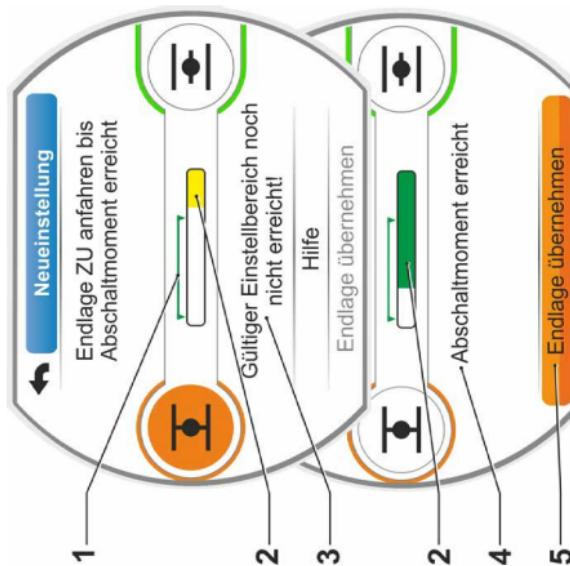

Abb. 8: Drehmomentabhängige Abschaltung
Das Display informiert darüber, ob der gültige Einstellbereich (Abb. 8, Pos. 1) erreicht ist (3) und der Laufbalken (2) wechselt entsprechend die Farbe von gelb in grün (bei ‚non-intrusive‘-Antrieb und bei 2SQ7 erscheint kein Laufbalken).